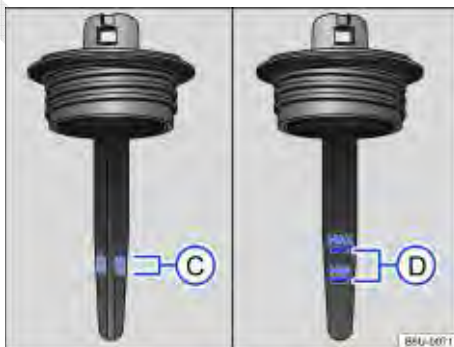

Fig. 111 Marcações para controle do nível do fluido da direção hidráulica.
- Retirar a tampa do reservatório e limpar a haste de medição ⇒ Fig. 111 sob a tampa com um pano limpo ⇒ ⚠.
- Retirar a tampa do reservatório e limpar a haste de medição ⇒ Fig. 111 sob a tampa com um pano limpo ⇒ **A**.